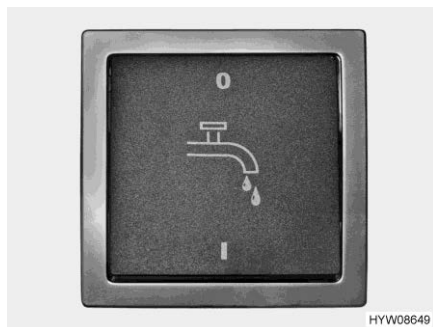

Fig. 188 Interrupteur (pompe à eau)
- ▷ L'alimentation 12 V (sur le panneau de contrôle) et la pompe à eau (avec l'interrupteur (Fig. 188)) doivent être mis en marche avant de pouvoir utiliser la robinetterie. Sinon, la pompe à eau ne fonctionne pas.